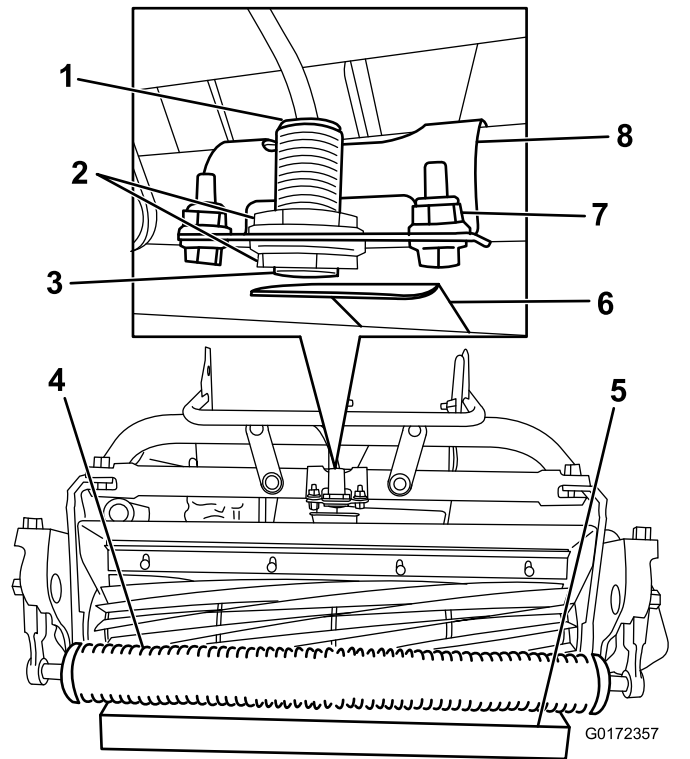

Bild 10
2. Lösen Sie die Klemmmuttern am Sensor und stellen Sie den Sensor so ein, dass ein Gewinde unter der unteren Klemmmutter sichtbar ist (Bild 10).
4. Stellen Sie einen 3,8 cm dicken Block unter die Rolle an der Frontschneideeinheit (Bild 10).
5. Lösen Sie die Befestigungen, mit denen die Sensorhalterung am Rahmen befestigt ist (Bild 10).
8. Drehen Sie die Sensorhalterung zur Zielplatte, bis die Lampe oben am Sensor aufleuchtet (Bild 10). Wenn die Lampe bereits aufleuchtet, drehen Sie sie von der Zielplatte weg, bis sie ausgeht; drehen Sie sie dann in umgekehrter Richtung, bis sie wieder aufleuchtet.